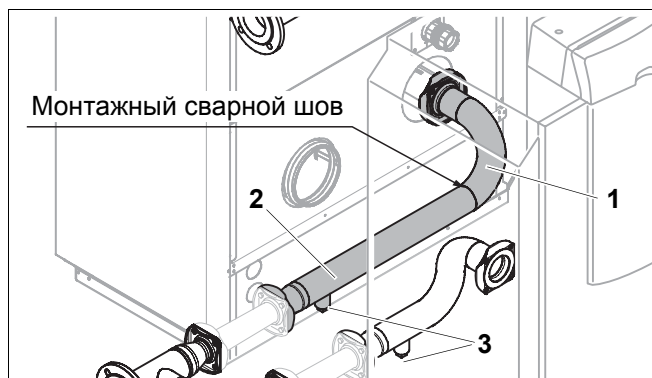

Рис. 13 Сварка длинной трубы обратной линии
- Установите фланец 2-ой части длинной трубы обратной линии (рис. 13, поз. 2) вместе с уплотнением ко второму насосу и закрепите 4 болтами и гайками.
Муфта на трубе обратной линии (рис. 13, поз. 3) предназначена для слива воды.